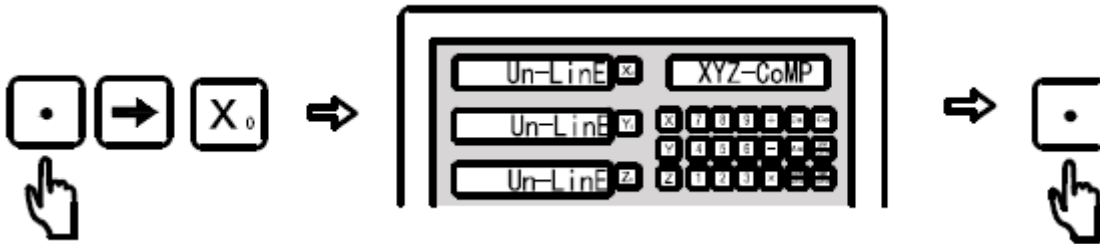

figuur 2
2. Neem de eerste referentie punt van de liniaal als startpunt (figuur 2).
Het aantal segmenten in als de compensatie met referentie nulpunt van de liniaal wordt ingesteld zoals figuur 2.